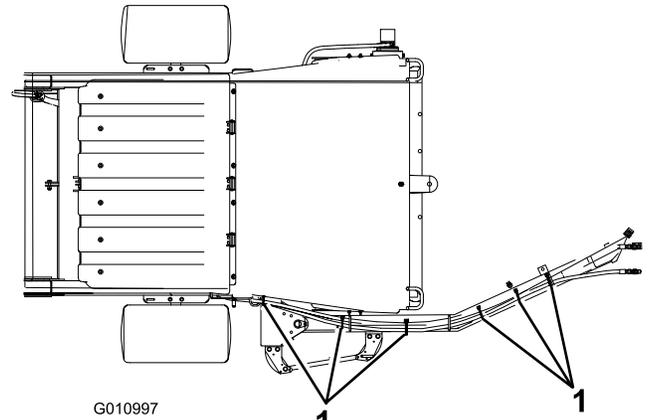
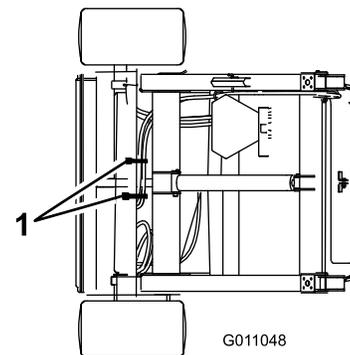

図 11
図 12
2. 油圧ホースとワイヤハーネスを図 11と図 12に示すように固定する。